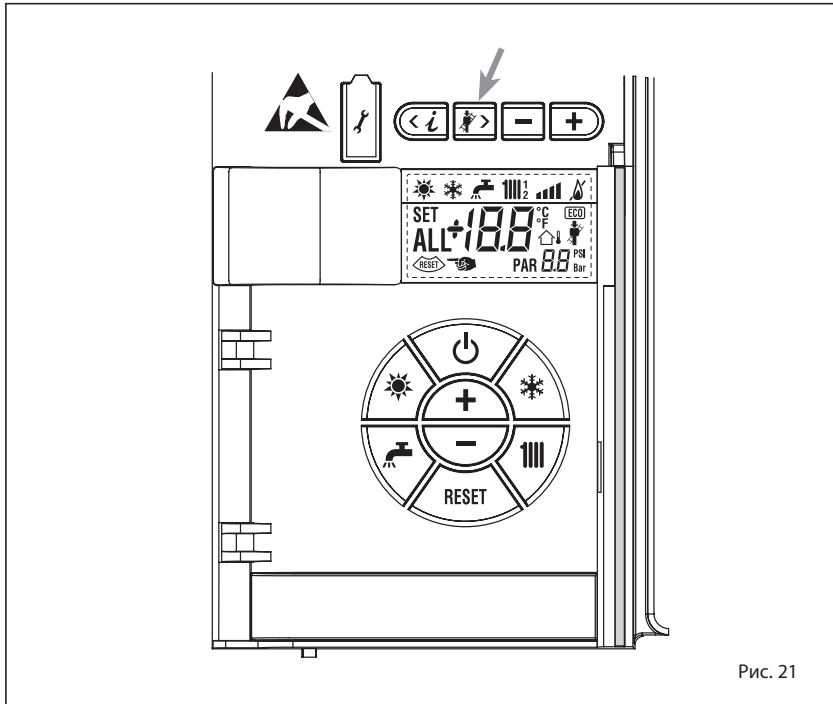

Рис. 21
4.5.1 Функция очистки труб (рис. 21)
Для выполнения проверки функции горения котла держите в течение нескольких секунд нажатой кнопку для установщика (рис. 21). Функция очистки труб будет включена и будет сохраняться в течение 15 минут.
Испытание можно провести также и при функционировании в режиме ГВС. Для его выполнения достаточно, после включения функции очистки труб, отлить горячую воду из одного или нескольких кранов. В настоящем состоянии котёл работает на максимальной мощности, с датчиком ГВС, регулируемым в диапазоне от 60°C и до 50°C. В течении всего цикла проверки должны оставаться открытыми краны горячей воды. В течение 15 минут выполнения функции очистки труб, если нажать на кнопки (рис. 21 и рис. 21), котёл встанет, соответственно, на максимальную или минимальную мощность.
Функция очистки труб автоматически отключается через 15 минут или при новом нажатии на кнопку (рис. 21).